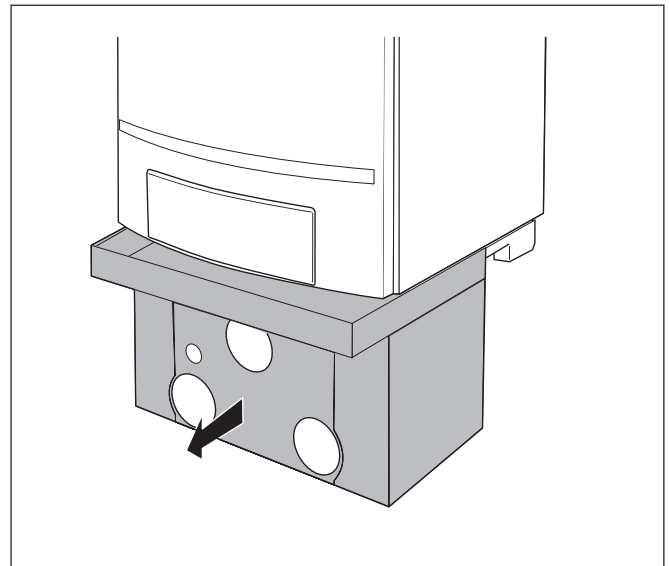

Fig. 8 Togliere il rivestimento inferiore
- Rimuovere il rivestimento inferiore del gruppo di collegamento (fig. 8).